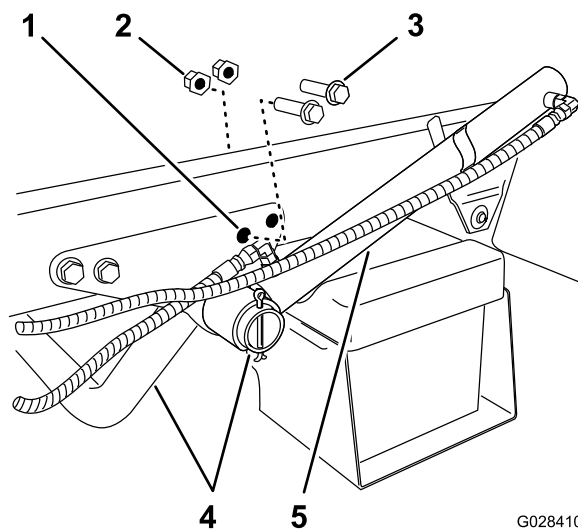

Figura 6
1. Demontai cele 2 uruburi cu guler din spate i cele 2 contrapiuli cu guler care fixează suportul tubului motorului pe cadrul mainii (Figura 6).
2. Rotii cilindrul de ridicare pentru a crea spaiu pentru instalarea suportului de fixare pentru sania rezervorului (Figura 6).